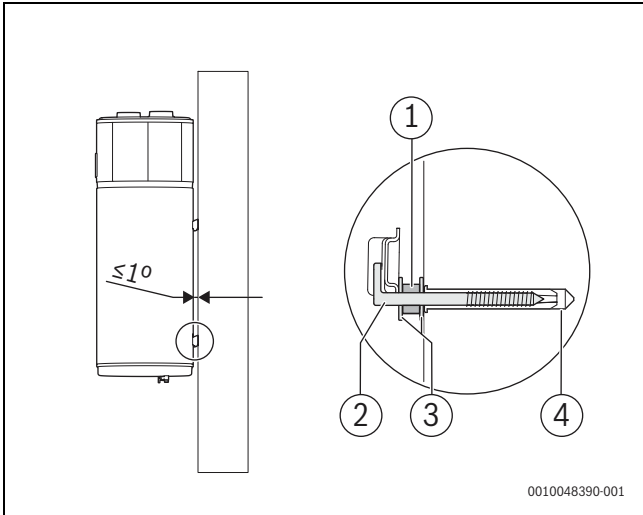

Fig. 18
- ▶ Estabelecer uma distância mínima de 220 mm ao teto e de 450 mm ao solo (→ Fig. 18, página 13) para facilitar a manutenção.
O aparelho deve estar nivelado na vertical ou ligeiramente inclinado para trás, não mais do que 1°. Para o regular, é aconselhável (Fig. 18):